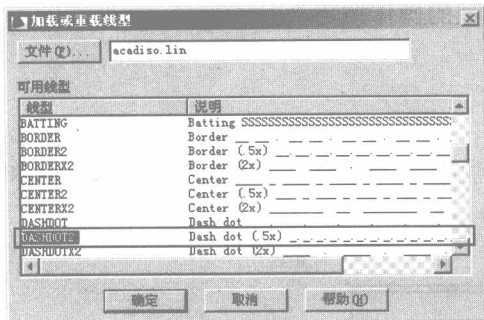

图 1-31 加载线型
- 09 单击对话框中的 按钮，从弹出的“加载或重载线型”对话框中选择如图 1-31 所示的线型进行加载。